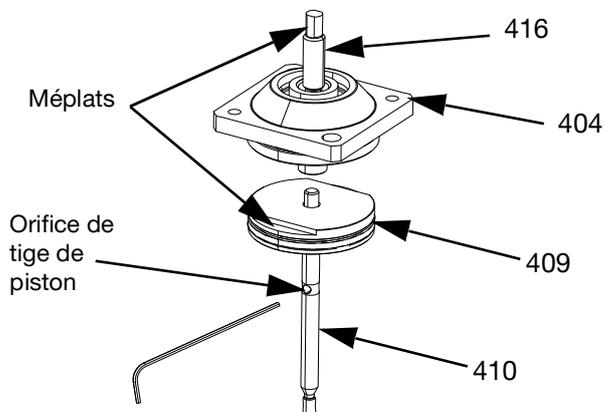

FIG. 18
4. Utilisez un chiffon propre pour enlever tout le produit à l'intérieur de la section d'air (B). Recherchez d'éventuels dommages comme des entailles.
5. Pour les ensembles de buse à système anti-goutte (FIG. 18) :
- a. Retirez l'ensemble de la tige de piston (409 et 410) de l'adaptateur de tige (416) et du capuchon d'extrémité d'air (404). Tenez la tige de piston (410) avec une clé Allen à travers le trou de la tige de piston et dévissez l'adaptateur de tige (416).
- b. Placez une clé sur les méplats du piston (409), et une clé Allen dans l'orifice de la tige de piston (410).
- c. Dévissez le piston (409) de la tige de piston (410).